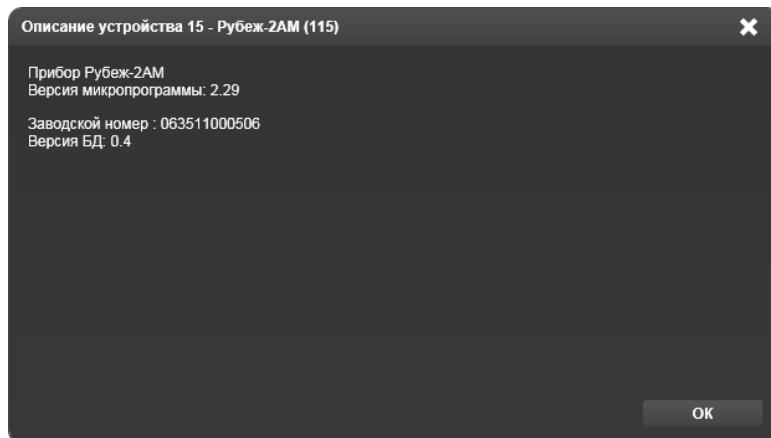

Рисунок 14.3.20 – Информационное окно **Описание устройства**
**Информация о приборе** – функция просмотра информации об устройстве, выделенном в рабочей области. Если выбрана эта функция, то информация открывается в дополнительном окне (Рисунок 14.3.20).